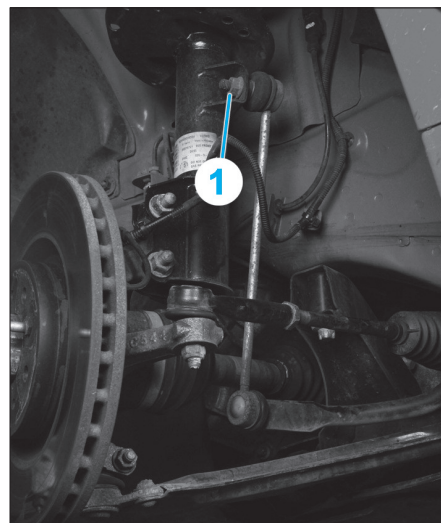

Fig. 9
- Déposer l'écrou (1) fixant la biellette de barre stabilisatrice à l'élément de suspension (Fig.9).